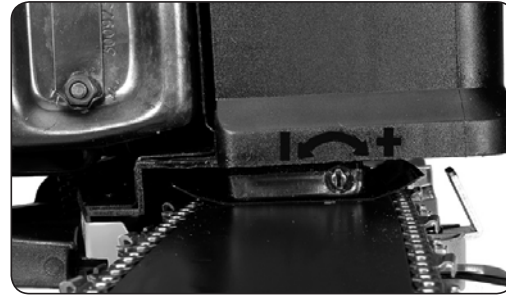

Fig. 9
nécessaire de lubrifiant pour le guide-chaîne et la chaîne. En accélérant le moteur s'accroît le débit d'huile vers le guide-chaîne. Le débit d'huile vers le guide-chaîne et la chaîne peut être réglé au moyen d'un boulon (A), cf. (Fig. 9). Serrez le boulon dans le sens des aiguilles d'une montre pour diminuer le débit d'huile et à l'inverse des aiguilles d'une montre pour augmenter le débit d'huile.